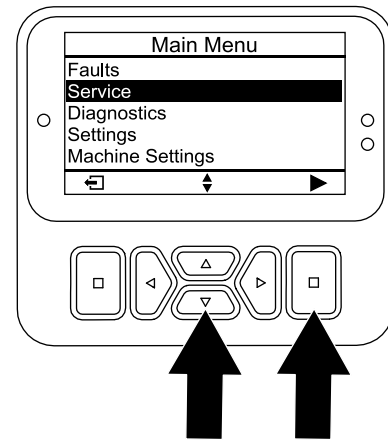

Bild 119
3. Drücken Sie die Taste „nach unten“, bis die Option SERVICE ausgewählt ist, und drücken Sie dann die Auswahlstaste (**Bild 119**).